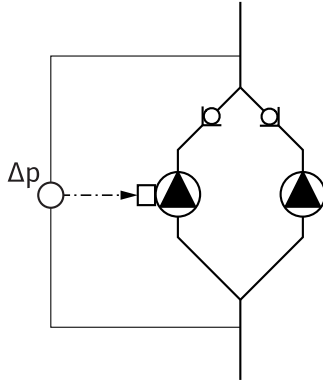

Fig. 13: Örnek, fark basıncı sensörü bağlantısı
- Fig. 13 altındaki örnekte ana pompa, akış yönünde soldaki pompadır. Fark basıncı sensörünü bu pompaya bağlayın.
Ana pompada fark basıncı sensörünün ölçüm noktaları, ikiz pompalı sistemin ilgili toplama borusunda emiş ve basınç tarafında olmalıdır (Fig. 13).